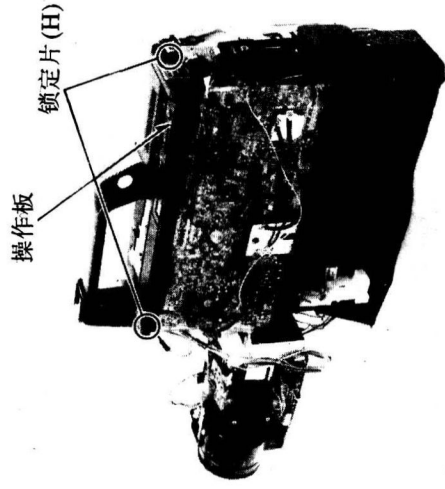
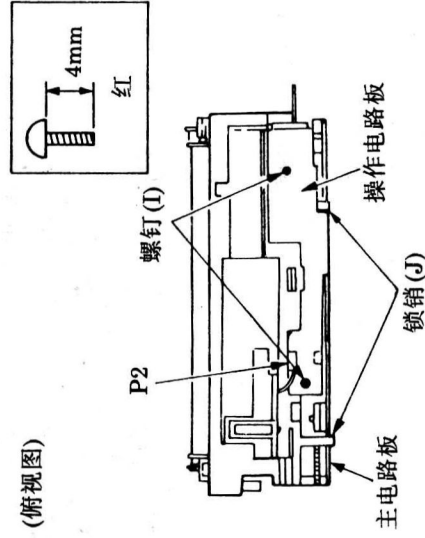

图 14
图 15
步骤:①松下 2 个锁定片,如图 14 所示;
②轻轻提起操作板。
8.操作电路板的拆卸(如图 15 所示)